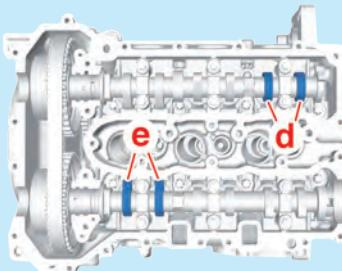

Fig.2
- Contrôler le jeu des soupapes d'admission (d) et des soupapes d'échappement (e) (Fig.2).